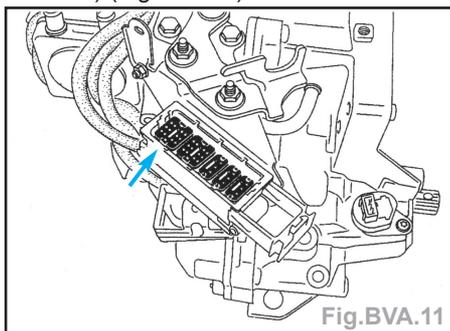

Fig.BVA.11
- les vis de fixation de la platine du connecteur modulaire puis extraire le connecteur du contacteur multifonction (12 voies) (Fig.BVA.11).